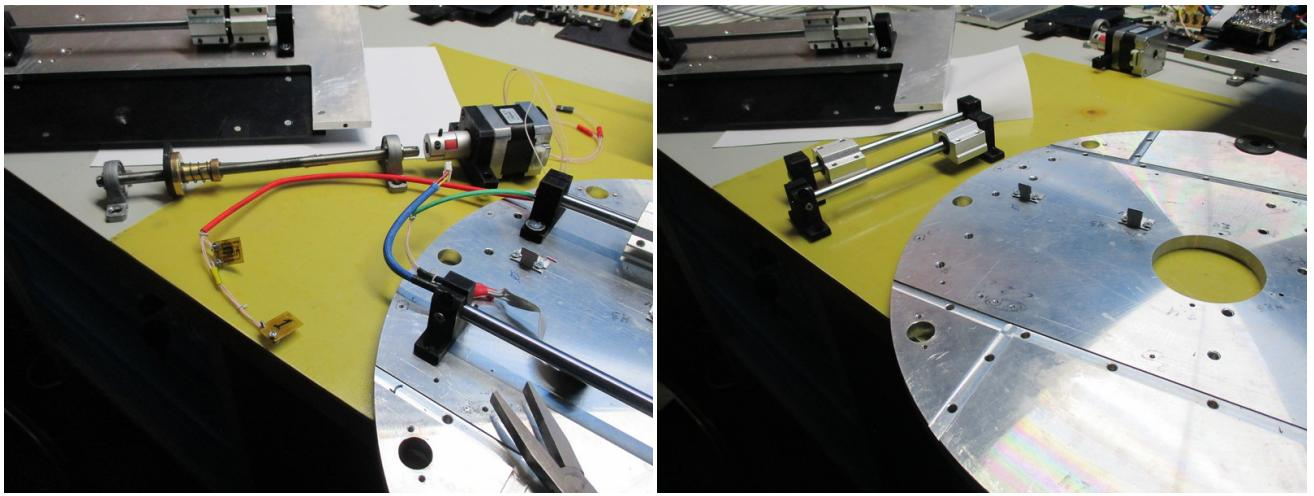

Рис. 28: Освобождение поверхности фланца.
**15.** Снять направляющие линейного транслятора фазовой пластины. Ослабить крепление винта подачи в соединительной муфте шагового двигателя. Снять винтовой узел. Снять шаговый двигатель. Отсоединить от скоб и снять узлы концевиков. Снять с фланца скобы крепления концевиков (см. рис. 28).